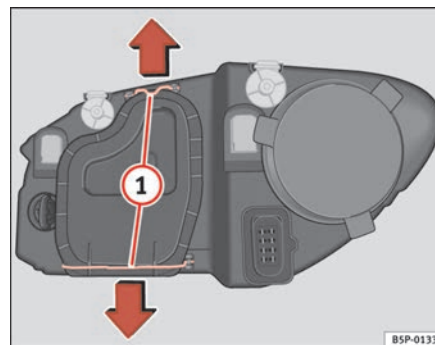

Fig. 184 Luz de cruce
- Desplace los tirantes ⇒ página 268, fig. 184 ① en el sentido de la flecha y saque la tapa.